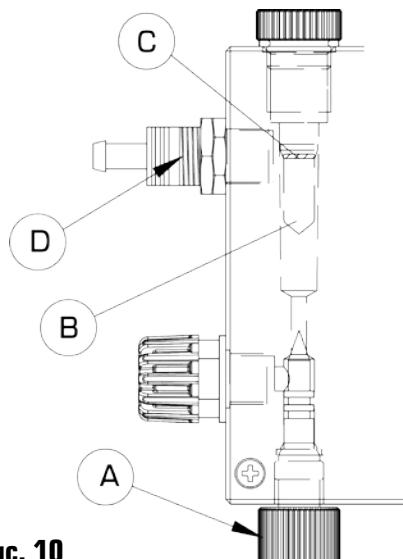

Рис. 10
- Отрегулируйте регулятором «A» (см. **Рис. 10**) поток воды, подаваемый на анализ. Поплавок «B» должен находиться относительно риски «C», расположенной на корпусе измерительной кюветы (держателя датчиков), так как рекомендовано на данном рисунке.